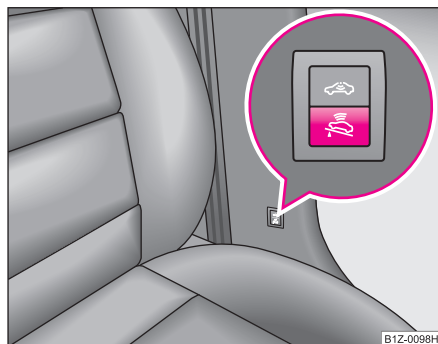

Fig. 35 Pulsador del control de la protección contra remolcado
- Pulsar la tecla  en el montante central del lado del conductor ⇒ fig. 35; en la tecla se encenderá el símbolo .